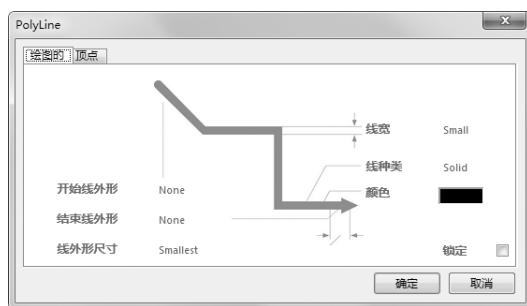

图 3-45 直线属性设置对话框
(4) 设置直线属性。双击需要设置属性的直线或在绘制状态时按下〈Tab〉键，系统将弹出相应的直线属性设置对话框，如图 3-45 所示。